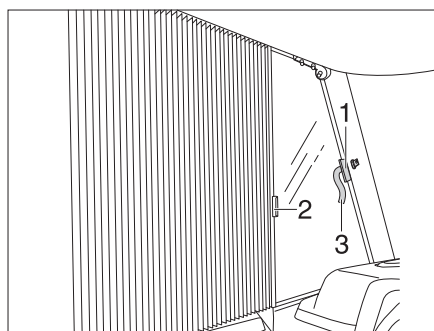

Fig. 9 Aseguramiento del estor plegable ventana del conductor/acompañante
- Empujar los estores plegables de la ventana del conductor y la ventana del acompañante con los tiradores (Fig. 9,2) debajo de las cubiertas y asegurarlos con cintas de cierre de velcro (Fig. 9,1 y Fig. 9,3). El estor plegable está asegurado.